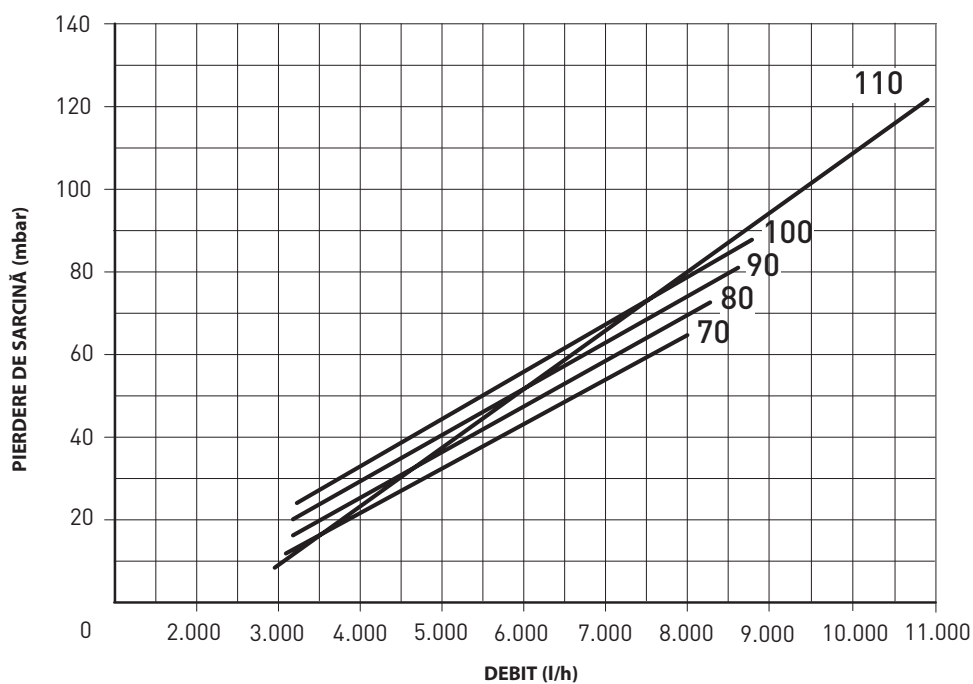

Fig. 9
3.4 PIERDERI DE SARCINĂ CIRCUIȚ CENTRALĂ (fig. 9)
Pierderile de sarcină sunt reprezentate de graficul de la fig. 9.